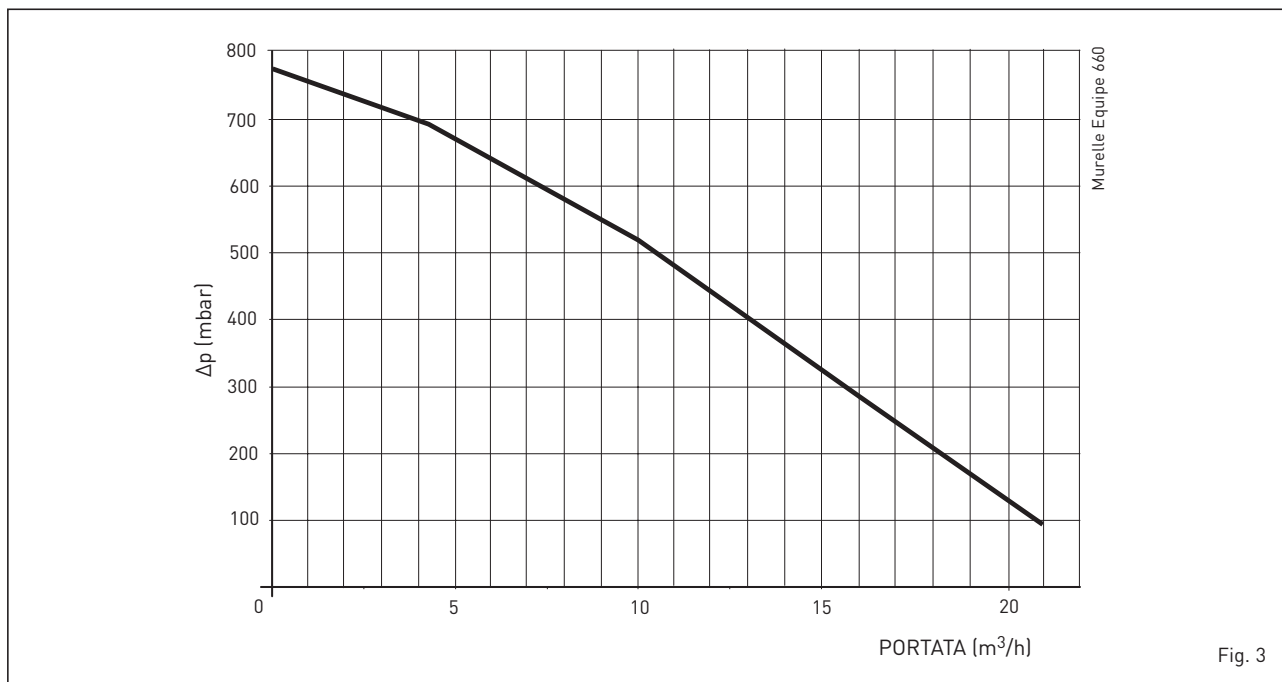

Fig. 3
1.5 PREVALENZA DISPONIBILE ALL'IMPIANTO AGLI ATTACCHI MANDATA E RITORNO DEI COLLETTORI (fig. 3)